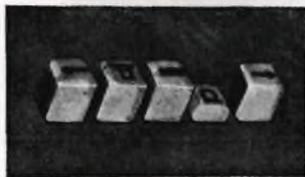

Fig. 3
- b) Ruotare il bottone 4 fino a portare l'indice in corrispondenza del segno — quindi premere il secondo bottone da destra fig. 3, quello cioè recante il simbolo  $\odot$ .